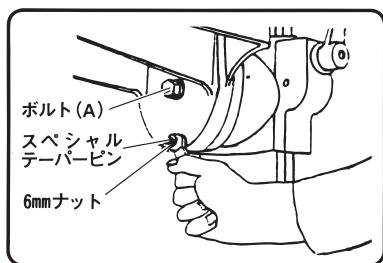

図 8
(1) 6mmナットを締め込み、スペシャルテーパーパーピンを抜きます。(図8)
(3) テーブル角度調整後、ボルト(A)を締付けテーブルを固定してください。(図8)
(1) テーブルの刻印線を目盛「0」に合わせ、抜いておいたスペシャルテーパーパーピンを軽くたたいて打込んでください。
(2) 次にボルト(A) (図8参照) を締付けます。
(3) 最後にスペシャルテーパーパーピンが抜けない程度に6mmナットを軽く締めておいてください。